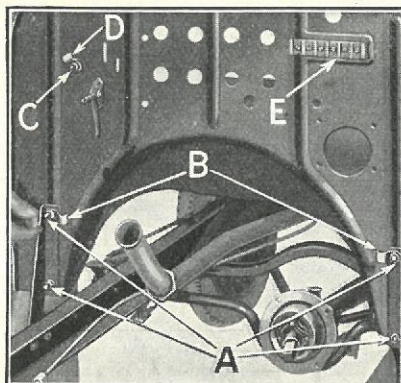

Fig. 79
- (b) Indsæt de fire Forbrædtsbolte (Fig. 79-A).